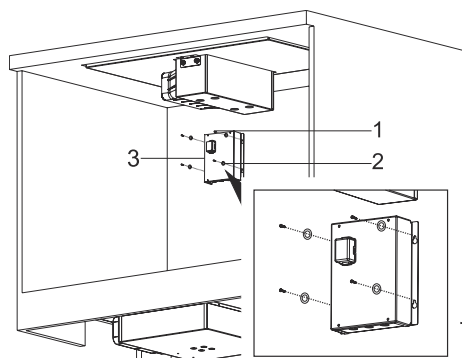

Abb. 14
10. ▶ Die M4 Scheiben mit den 4 Schrauben (3,9 x 22) verbinden und die Elektronikbox an die Arbeitsplatte montieren (Abb. 14).